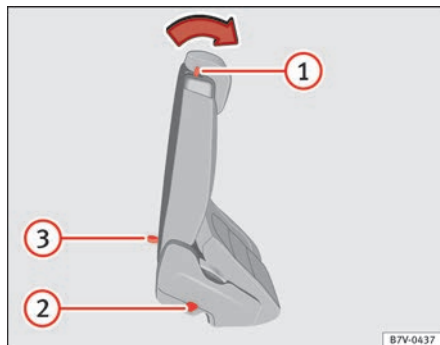

Fig. 81 Segunda fila de asientos: mandos de la ayuda de acceso.
- Si los hubiera, retire los objetos situados en la zona reposapiés de la segunda fila de asientos ⇒ ①.
- Empuje la palanca ⇒ fig. 81 ① hacia delante y abata el respaldo del asiento trasero. El asiento trasero se abate por completo hacia delante ⇒ ⚠ y todavía se puede desplazar más longitudinalmente hacia delante.